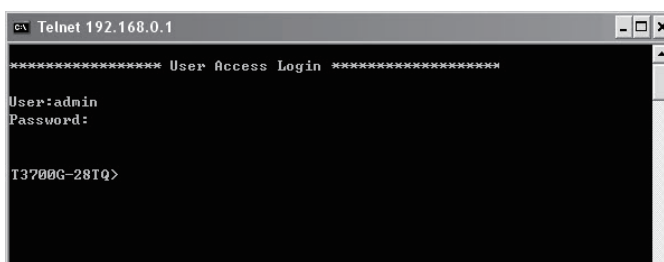

图5-13 登录交换机
4. 输入登录的用户名和密码, 默认值均为“admin”, 回车即可登录, 如图5-13所示。